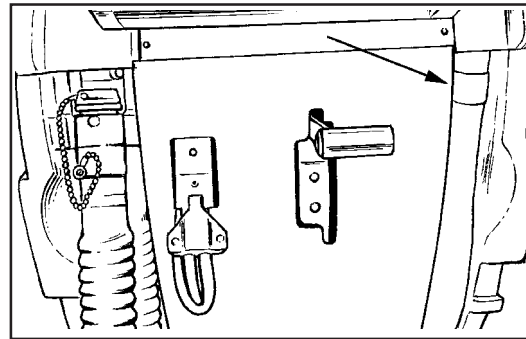
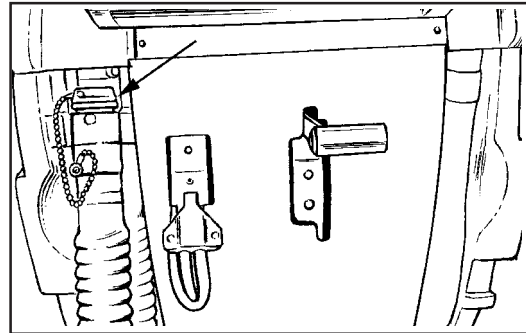

Abb. 25
Abb. 26
1. Entleeren Sie den Laugentank (Abb.25) und den Schmutzwassertank (Abb.26). Zum Leeren der Tankbehälter verfahren Sie wie folgt: